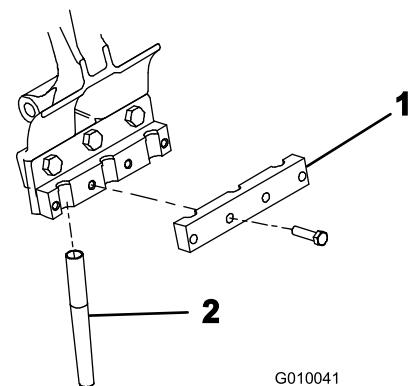

図 25
4. 各タイン・ホルダーにタイン・クランプを仮止めする； $3/8 \times 1\text{-}1/2$  in ボルト 4 本を使用する（図 25）。この時点ではまた本締めしないこと。